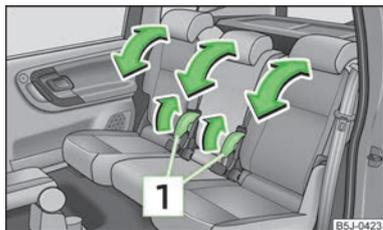

Abb. 39
- › Den Hebel **1** » Abb. 39 ziehen und die gewünschte Neigung der Sitzlehne einstellen.
- › Den Hebel **1** » Abb. 39 auf Seite 52 ziehen und die Sitzlehne ganz vorklappen.